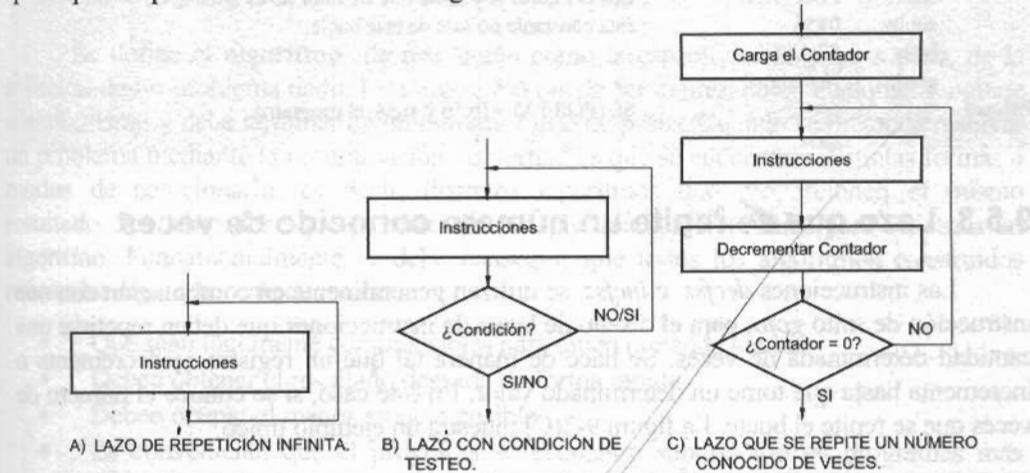

Figura 9-2 Tipos principales de lazos o bucles
Otra aplicación muy importante de los saltos condicionales son los **lazos o bucles**. Estos son fragmentos de programa que se repiten un número finito o infinito de veces. Los principales tipos están descritos en la figura 9-2.
Es un salto incondicional a una posición anterior del programa conformando un lazo de repetición infinita, sin posibilidad de tomar otro camino, figura 9-2(A). Utiliza la instrucción *goto*. Ejemplo:
Se utiliza una instrucción de testeo para controlar la ejecución del bucle. Para este caso la repetición del lazo es finita, pero no se puede precisar el número de veces que se repite, figura 9-2(B).
Las instrucciones *decfsz* e *incfsz* se utilizan generalmente en combinación con una instrucción de salto *goto*, para el diseño de lazos de instrucciones que deben repetirse una cantidad determinada de veces. Se hace de manera tal que un registro se decremente o incremente hasta que tome un determinado valor. En este caso, si se conoce el número de veces que se repite el bucle. La figura 9-2(C) muestra un ejemplo típico.